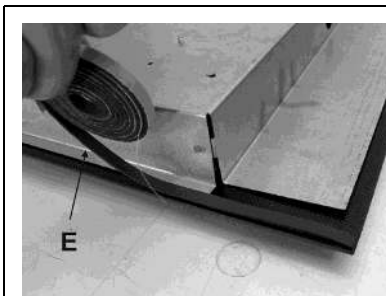

FIG. 9
- Renverser la plaque et placer correctement la garniture « E » (fig. 9) sous le bord de la plaque de telle manière, que le coté extérieur de la garniture coïncide complètement avec le bord périmétral extérieur de la plaque. Les extrémités des bandes doivent coïncider sans chevauchement.